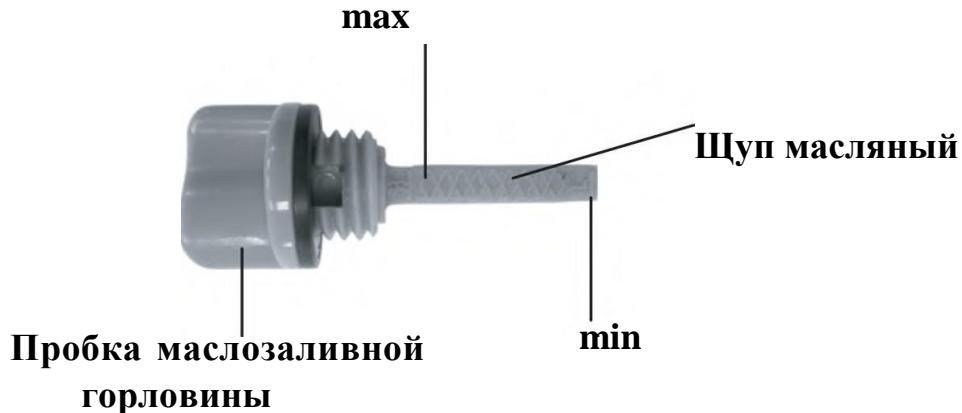

Рисунок 6
3. Извлеките щуп и проверьте уровень масла. Он должен находиться между верхней и нижней отметкой контрольного щупа ближе к верхней отметке (max) (рисунок 6). В случае необходимости долейте свежее моторное масло.